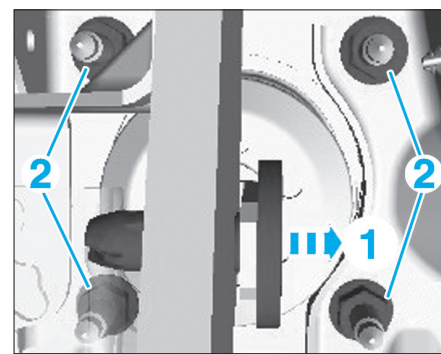

Fig. 13
- Déposer l'axe (1) (Fig.13).
- Déposer les écrous (2) du servofrein.